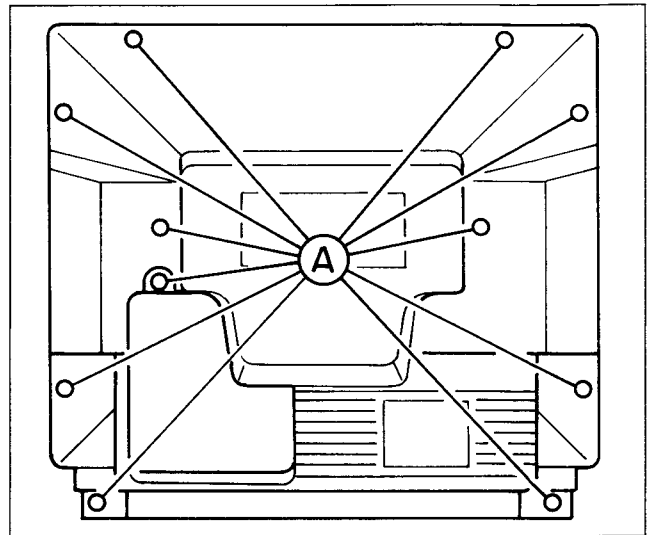

Abb. 1 Abnehmen der Rückabdeckung
Die Rückwand kann, wie in Abb. 1 gezeigt, durch Entfernen der 9 Schrauben von (A) abgenommen werden.